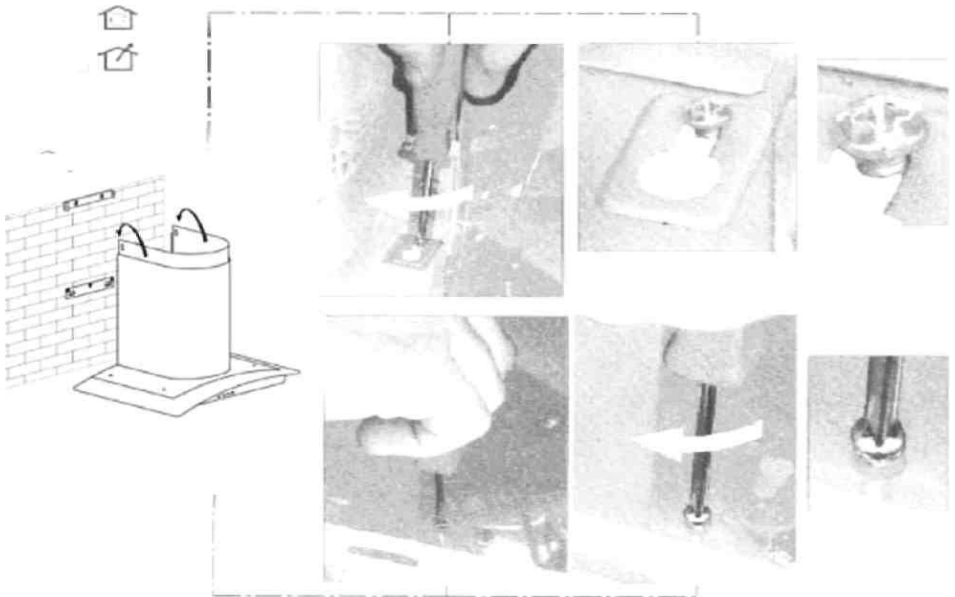

Fig. 5
5. Hang de afzuigkap op de schroeven (zie fig. 5) en zet het vast tegen de wand, door de hulpschroeven en verankerschroeven tot de aanslag vast te draaien (zie boven op de volgende pagina).